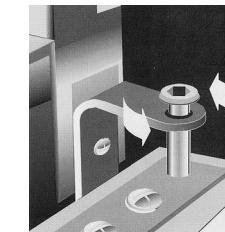

Fig.6.
- Verwijder de zeshoekige M5 schroef uit de beugel van het bovenste scharnier en druk de van een veer voorziene cartridge omlaag (afb. 6)